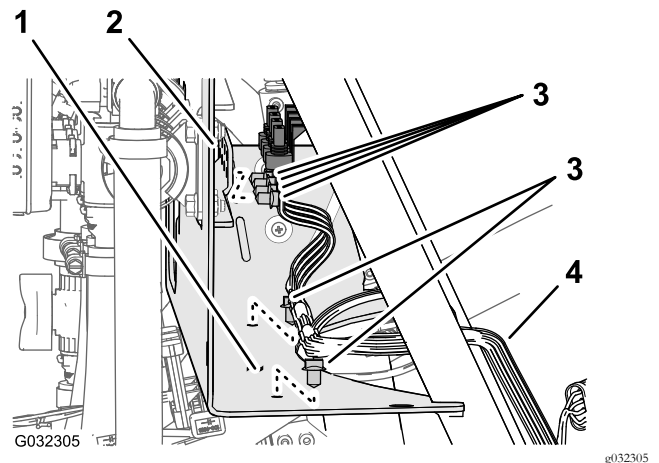

Bild 23
3. Entfernen Sie die Einsteckbefestigungen, mit denen der hintere Kabelbaum in den Löchern an der vorderen Seite und in der unteren Platte der Verteilerbefestigung befestigt ist (Bild 23).